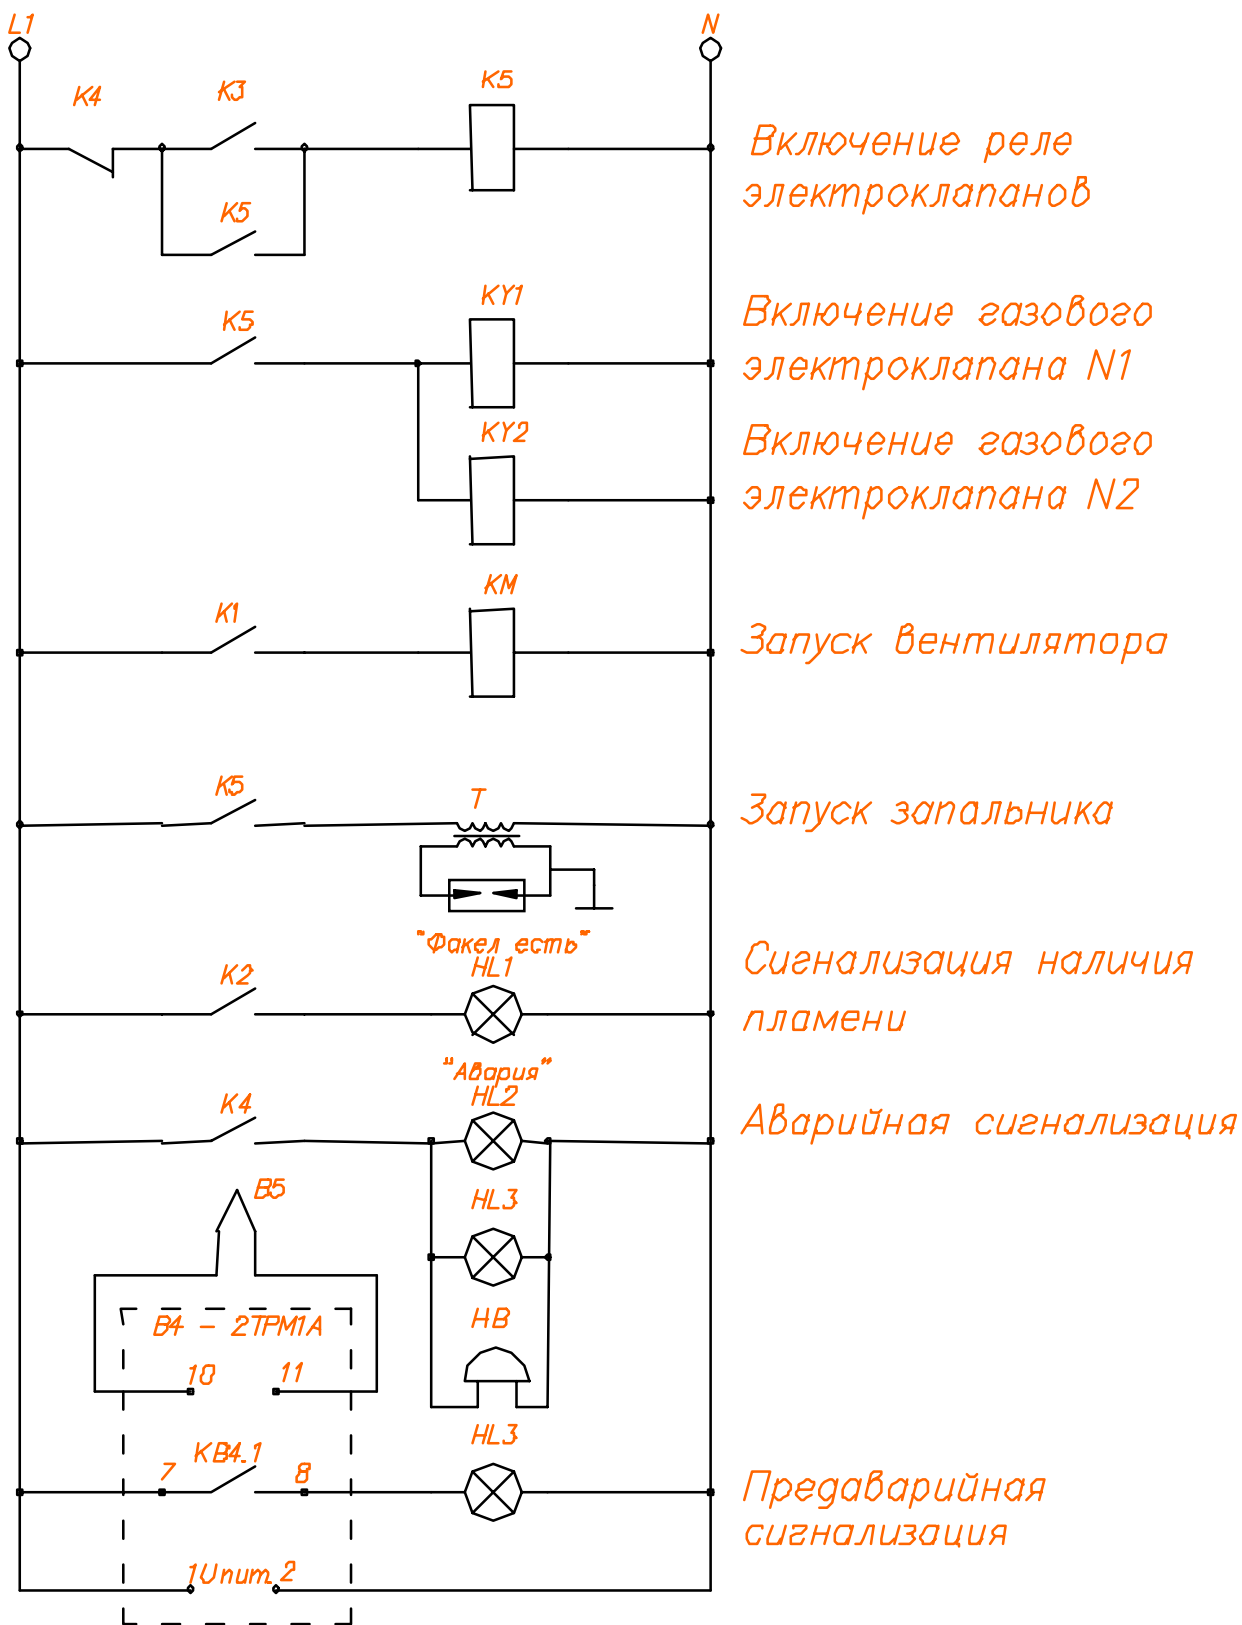

Рис.4 Автоматика безопасности и КИП Т1000С цепь 220В.
7.3 Перевести тумблер 10 "Сеть" рис.6 в верхнее положение. При этом должно загореться табло измерителя регулятора температуры 2ТРМ1А "Овен" рис.4 по окончанию загрузки прибора на табло выводится значение температуры.